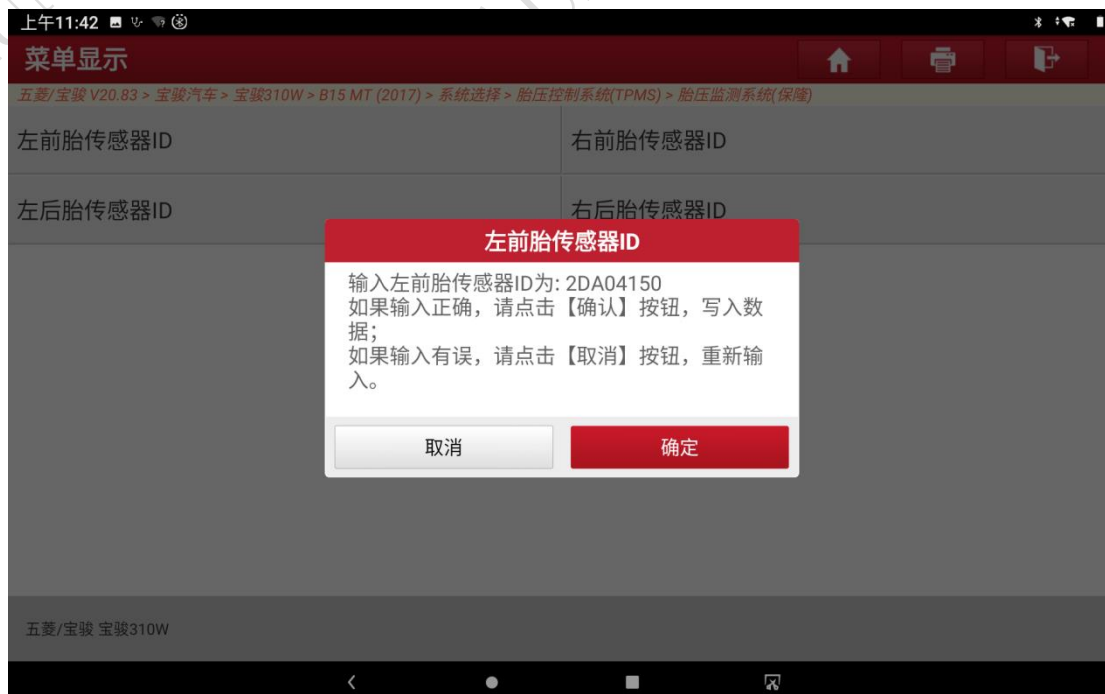

图 11
11. 确认输入的传感器 ID 有无错误，然后点击确定进入下一步，如图 11: